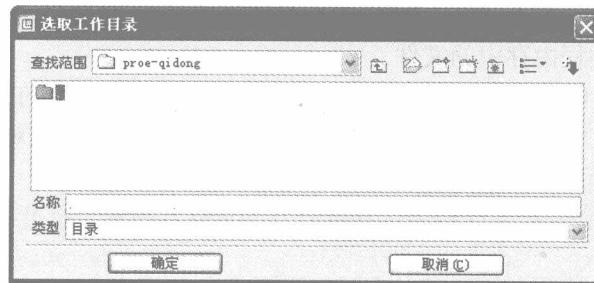

图 1-12 “选取工作目录”对话框
(1) 从菜单栏的“文件”菜单中选择“设置工作目录”命令，打开如图 1-12 所示的“选取工作目录”对话框。